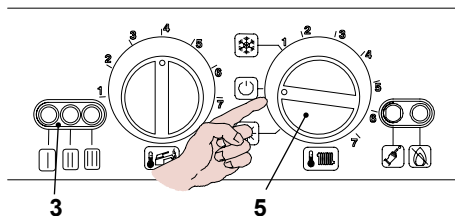

Figura 6.5
- Spegnerne la caldaia portando il selettore di funzione 5 sulla posizione "O" come in Figura 6.5.